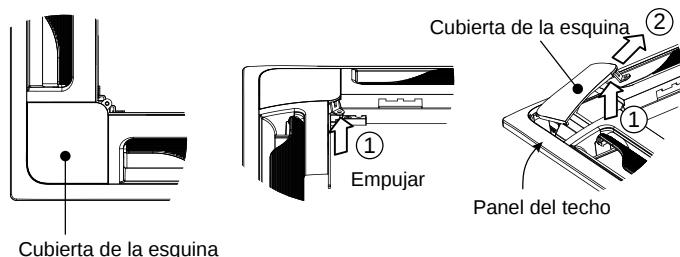

Fig. 9-21
- (2) Extracción de la cubierta de la esquina.
- a) Extraiga los tornillos de la esquina y deslice los cierres en la dirección que muestra la flecha (1) para desconectar las bisagras (3 ubicaciones). A continuación, extraiga la rejilla de entrada de aire en la dirección de la flecha (2). (Fig. 9-21)